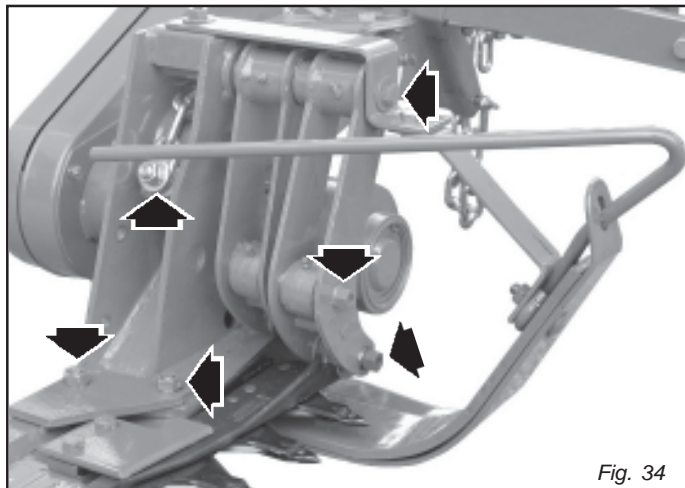

Fig. 34
- Controlar el cierre de los pernos sobre las bielas (Fig. 34).